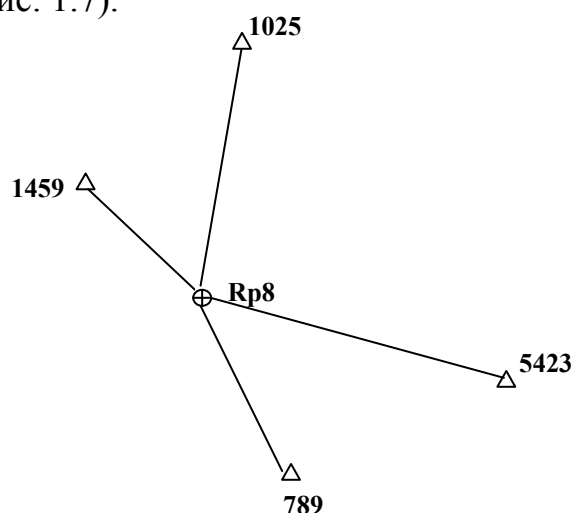

Рис. 1.7. Результаты измерений
9. На вкладке СТАНЦИИ – ИЗМЕРЕНИЯ ПВО введите результаты измерений на определяемом пункте Rp8 (рис. 1.7).